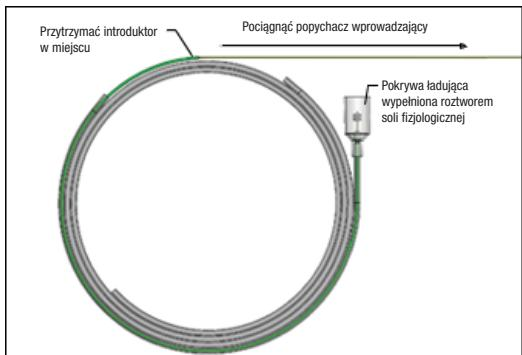

Rys. 4 – Kontroler odłączania Azur
12. Otworzyć saszetkę z zatyczką naczyniową Azur i wyjąć z niej rurkową osłonę. Przed użyciem urządzenia wyjąć klin z rurkowej osłony. Przytrzymując implant i introduktor zatyczki naczyniowej Azur w miejscu, wyciągnąć popychacz z rurkowej osłony w taki sposób, aby odslonić końcówkę proksymalną popychacza wprowadzającego. Zachować ostrożność, aby uniknąć zanieczyszczenia końcówki popychacza wprowadzającego substancjami obcymi, takimi jak krew czy środek kontrastowy. Pewnie wprowadzić końcówkę proksymalną popychacza wprowadzającego do lewej części kontrolera odłączania Azur. Patrz rys. 4. **W tym momencie nie wolno naciskać przycisku odłączania.**
- 31. Podłączyć końcówkę proksymalną popychacza wprowadzającego do kontrolera odłączania Azur, pewnie wprowadzając ją do lekowej części kontrolera. Patrz rys. 4.